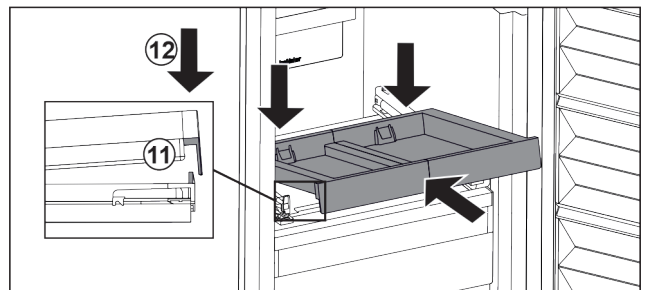

Fig. 103
- ▶ 倾斜推入。确保两侧的挡块位于卡舌后面。 Fig. 103 (11)
- ▶ 放下拉出式搁板前部。 Fig. 103 (12)